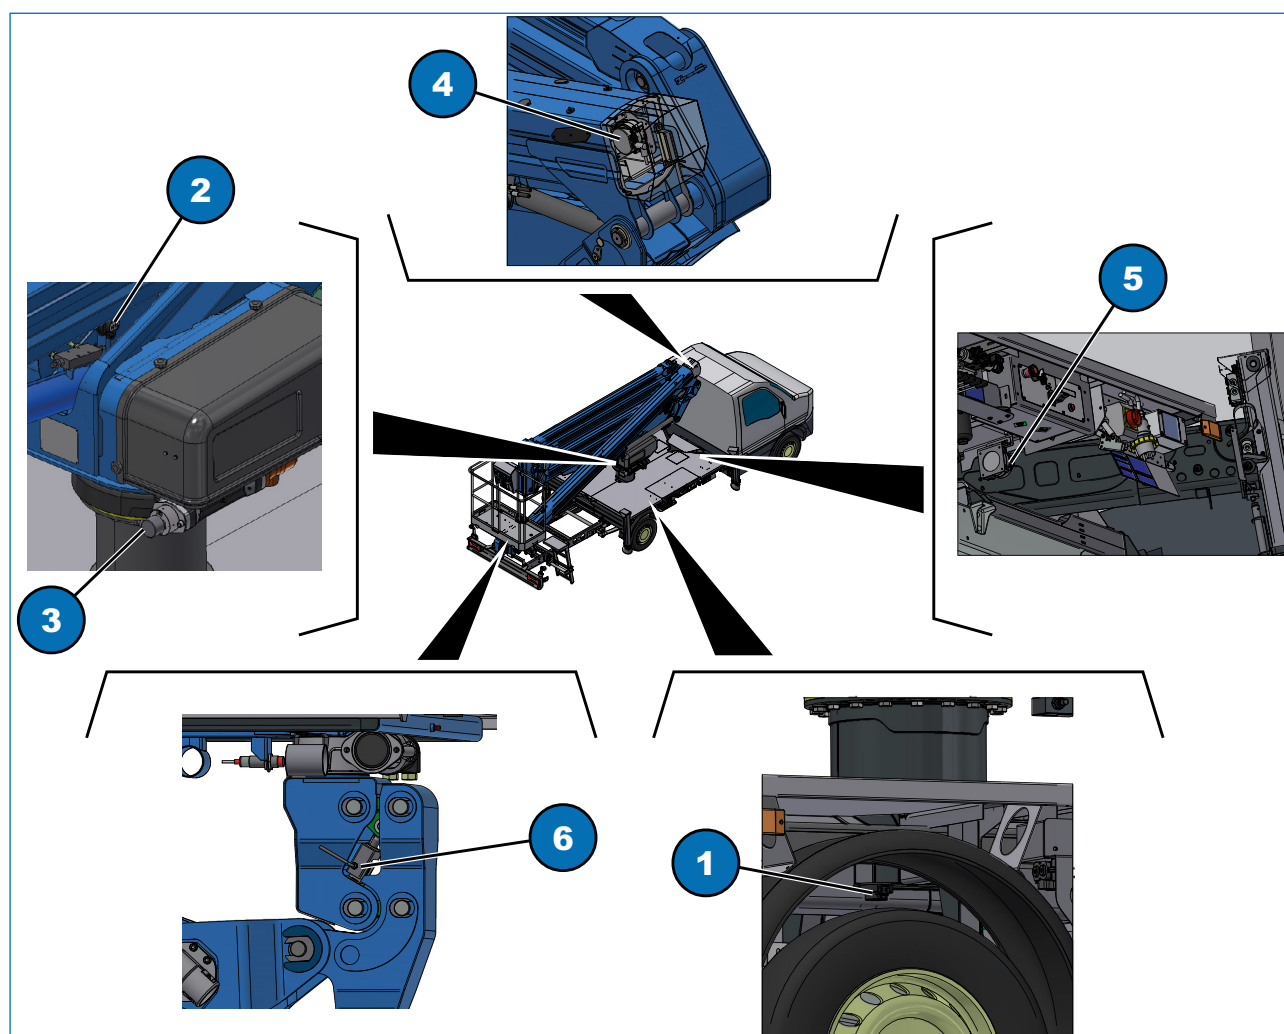

Fig. 5.12
- uno (Fig. 5.12, 1) posizionato sul telaio;
- uno (Fig. 5.12, 2) posizionati sul sollevamento del braccio articolato;
da una cella di carico (Fig. 5.12, 6), da un encoder (Fig. 5.12, 3) posizionato sulla ralla di rotazione piattaforma e infine da tre sensori a filo:
- due (Fig. 5.12, 5) posizionati sull'estrazione stabilizzatori anteriori;
- uno (Fig. 5.12, 4) posizionato all'interno dello sfilo con funziona anche di angolo.